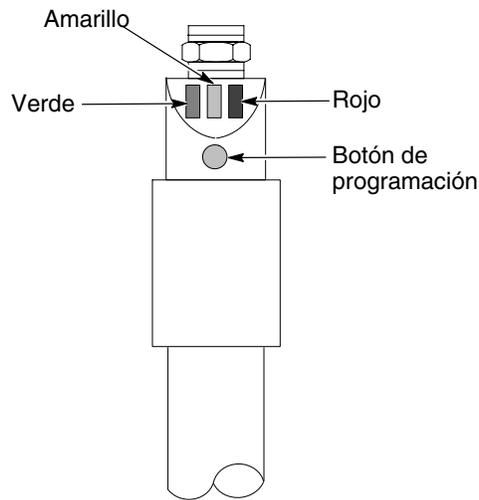

Figura 4-27 Programación de la sonda del sensor de nivel de un botón
3. Ver la figura 4-27. Pulsar el botón de programación hasta que el LED verde parpadee lentamente, después soltarlo. Cuando el LED verde deja de parpadear y se desconecta el LED amarillo, el sensor de nivel está programado para vacío.
2. Ver la figura 4-27. Pulsar el botón de programación hasta que el LED verde parpadee rápidamente, después soltarlo.